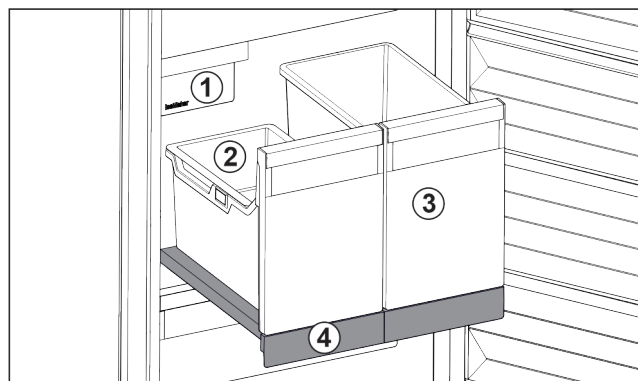

Fig. 103 Compartiment coulissant avec IceTower
(1) IceMaker
(2) Balconnet pour glaçons
(3) Bac pour pizzas, boissons alcoolisées, etc.
(4) Compartiment coulissant
Le compartiment coulissant comprend deux bacs hauts (IceTower). Le bac Fig. 103 (2) permet de recueillir et de stocker les glaçons de l'IceMaker. Les bacs Fig. 103 (3) sont conçus pour stocker des aliments hauts comme les pizzas et boissons alcoolisées.